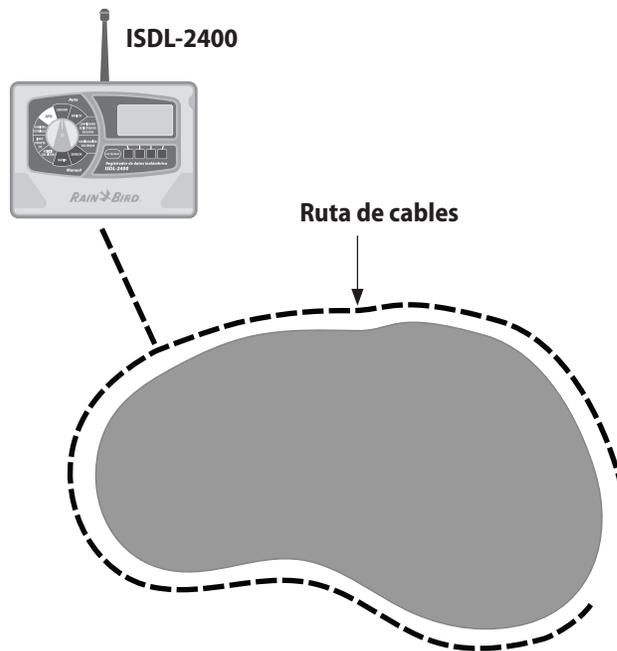

Figura 10 - Instalación de la ruta de cables
- 1 Utilizando una pala, un cortador de césped con kit de drenaje o un arado vibratorio, tienda el cable alrededor del green con la profundidad suficiente para evitar que sufra daños a causa de la aerificación, tal y como se muestra en la figura 10. Comience en el registrador de datos o en la ubicación de caja de válvulas más alejada.